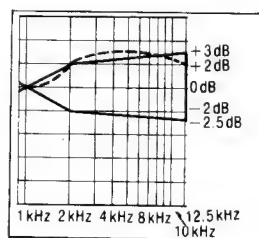
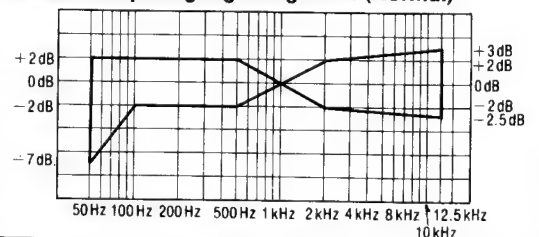
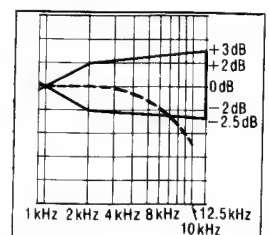

Fig. 12
Fig. 10
Fig. 13
6. Die in Schritt 5 aufgezeichneten Signale wiedergeben und überprüfen, ob die Frequenzgangkurve innerhalb des Bereichs liegt, der im Frequenzgangdiagramm für normales Band in Fig. 10 gezeigt ist. (Falls die Kurve innerhalb des vorgeschriebenen Bereichs liegt, mit den Schritten 7, 8 und 9 weiterfahren.)
Wenn die Kurve den vorgeschriebenen Gesamtfrequenzgangbereich (Fig. 10) überschreitet, wie in Fig. 12 gezeigt.
- 2) Die Schritte 5 und 6 zur Überprüfung wiederholen. (Wenn die Kurve dabei innerhalb des vorgeschriebenen Bereichs liegt (Fig. 10) mit den Schritten 7, 8, und 9 weiterfahren.)
- 3) Wenn die Kurve den vorgeschriebenen Bereich (Fig. 10) noch immer überschreitet, den Vormagnetisierungsstrom weiter erhöhen, und die Schritte 5 und 6 wiederholen.
Wenn die Kurve unter den vorgeschriebenen Bereich für den Gesamtfrequenzgang (Fig. 10) absinkt, wie in Fig. 13 gezeigt:
- 2) Die Schritte 5 und 6 zur Überprüfung wiederholen. (Falls die Kurve dabei innerhalb des vorgeschriebenen Bereichs in Fig. 10 liegt, mit den Schritten 7, 8, und 9 weiterfahren.)
- 3) Falls die Kurve noch immer unter den vorgeschriebenen Bereich (Fig. 10) absinkt, den Vormagnetisierungsstrom weiter reduzieren, und Schritte 5 und 6 wiederholen.